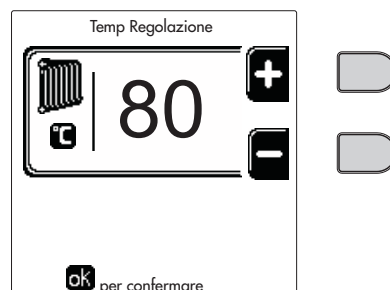
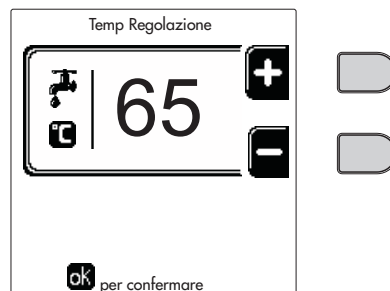
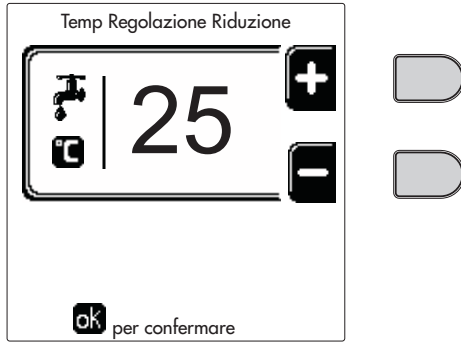

рис. 12
рис. 14
рис. 15
- **ON (ВКЛ)**. При поступившем запросе на отопление/ГВС котел работает на заданной температуре регулировки отопления/ГВС (рис. 12/рис. 14).
- **ON_{re}**. При поступившем запросе на отопление/ГВС котел работает на уменьшенной температуре регулировки. Уменьшенная температура достигается путем вычитания температуры регулировки уменьшения (рис. 13/рис. 15) от заданной температура регулировки отопления/ГВС (рис. 12/рис. 14).